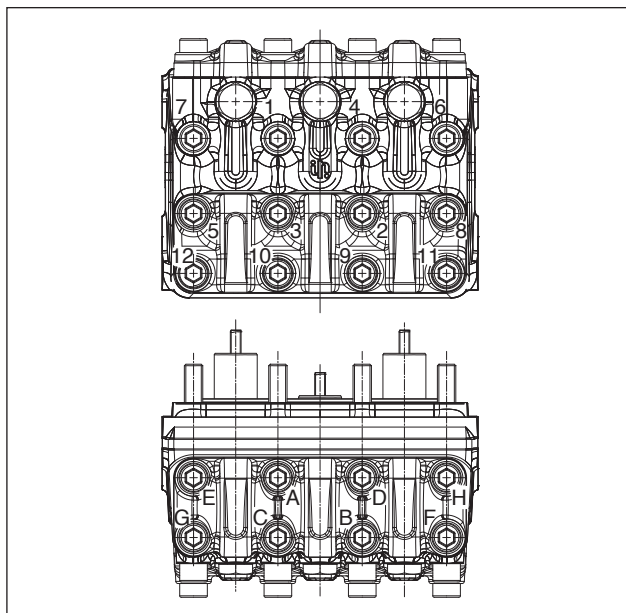
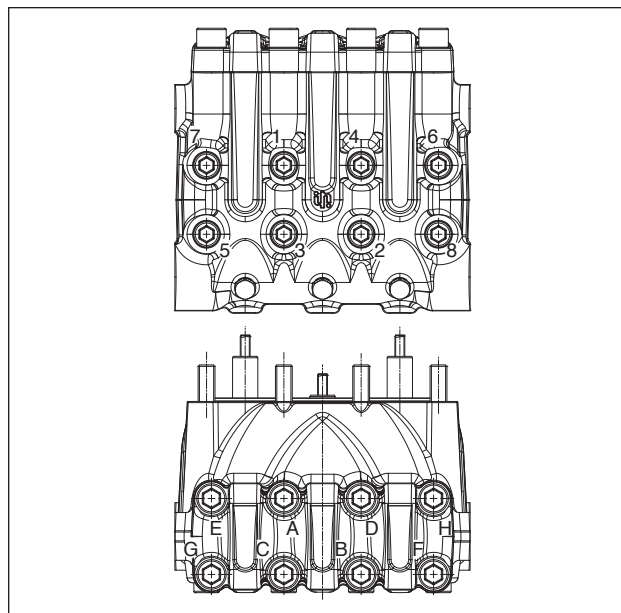

Fig. 50
Fig. 51
** Le viti fissaggio testata devono essere serrate con chiave dinamometrica rispettando l'ordine riportato nello schema di Fig. 50 e Fig. 51.
*** Le viti fissaggio coperchio valvole devono essere serrate con chiave dinamometrica rispettando l'ordine riportato nello schema di Fig. 50 e Fig. 51.